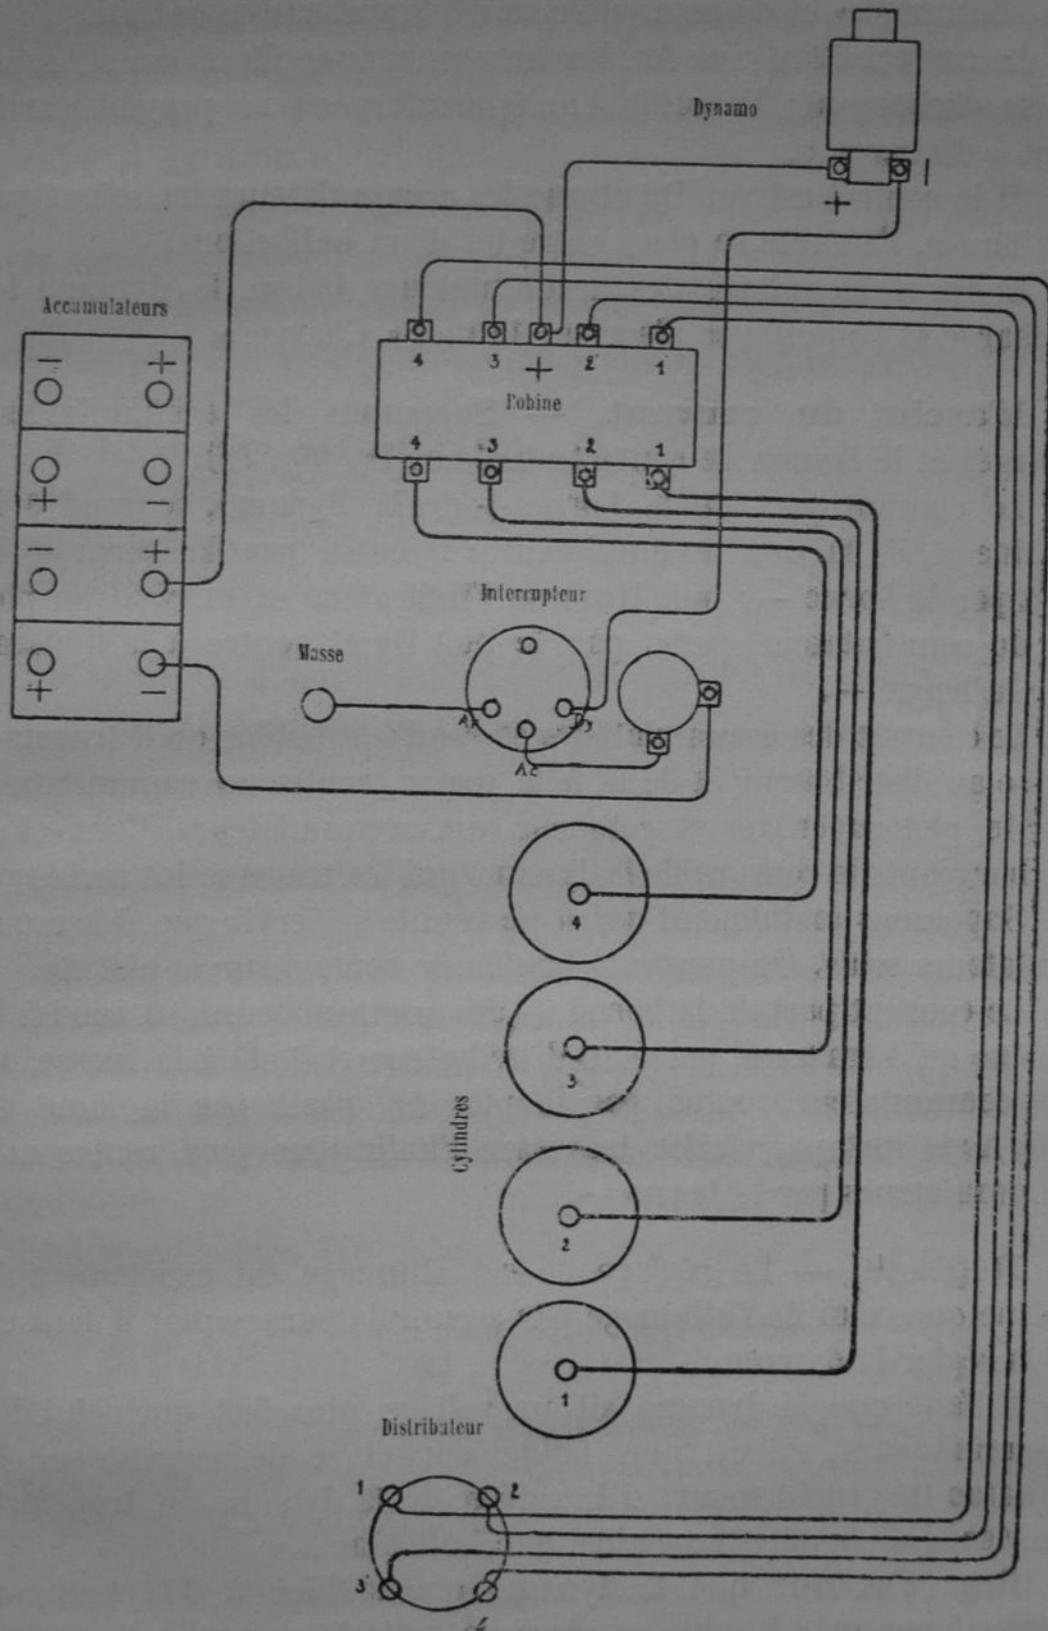

Fig. 15. — Schéma de l'allumage électrique par accumulateurs et dynamo.
**Marche du courant.** — Supposons les accumulateurs chargés et le bouton de contact placé sur *Dy* (*fig. 15*).